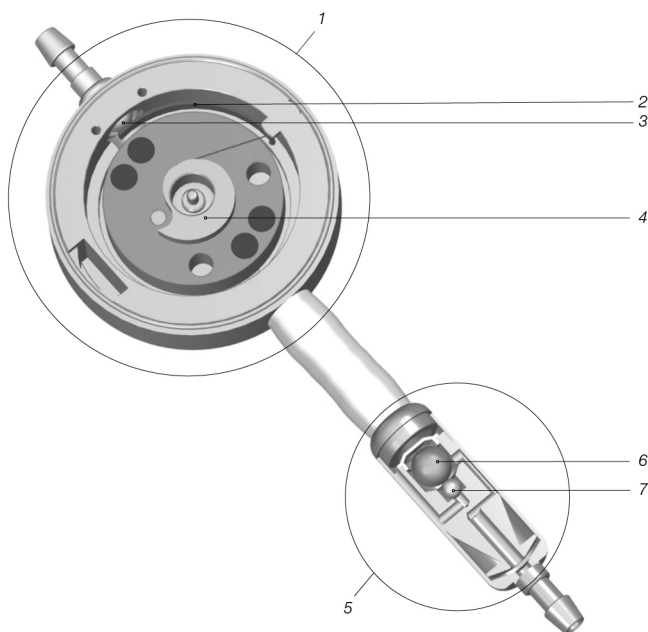

Fig. 1: proGAV 2.0 in sezione trasversale
La *proGAV 2.0* è una valvola realizzata in titanio. È costituita da un'unità a pressione differenziale regolabile (1) e da un'unità a gravitazione (5) (Abb. 1).